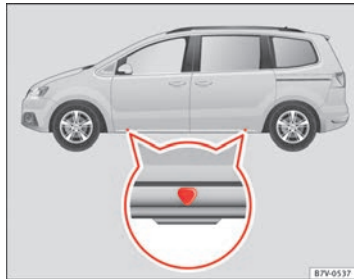

Abb. 185 Aufnahme-
punkten (Markierungen in der Karosserie) angesetzt werden ⇒ Abb. 185. Die Markierung zeigt
5. Den Wagenheberaufnahmeplatz ⇒ **Abb. 185** unter dem Fahrzeug suchen, der dem zu wechselnden Rad am nächsten liegt.